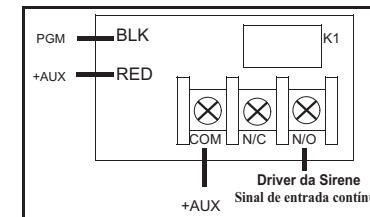

FIGURA 6: Sinal breve na atuação do Keyfob / Armar por Chave
(4) Sinal breve na atuação do Keyfob / Armar por Chave
Programar essa função para que o Keyfob sinalize com um (1) sinal breve a operação de armar a central, e com dois (2) sinais breves, a operação de desarmar. As ligações elétricas são apresentadas na Figura 6: